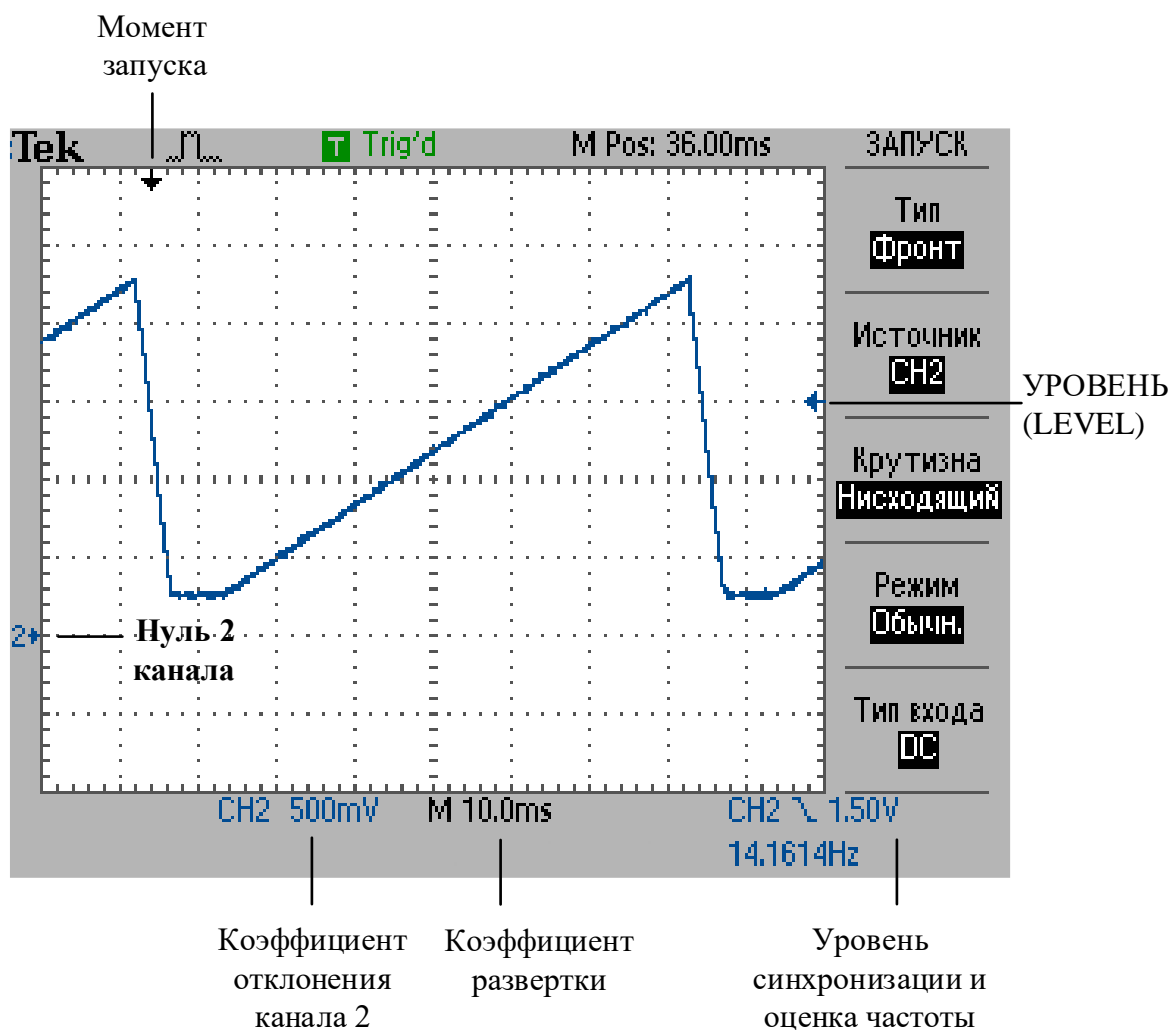

Рис. 3.9. Внешний вид экрана цифрового осциллографа TDS2022B
4. При необходимости добейтесь устойчивого изображения на ЦО вращением ручки *ЗАПУСК* => *УРОВЕНЬ*. При этом в правой части экрана ЦО (рис. 3.9) можно наблюдать указатель напряжения *УРОВЕНЬ (LEVEL)* синего цвета (синий цвет указывает на принадлежность к каналу CH2, желтый – к CH1), он перемещается по вертикали. Для устойчивости осциллограммы указатель должен располагаться между минимумом и максимумом сигнала.
5. Ручками *ГОРИЗОНТ.* => *ПОЛОЖЕНИЕ* \leftrightarrow и *ВЕРТИК.* => *ПОЛОЖЕНИЕ* \updownarrow отрегулируйте положение сигнала на экране ЦО смещением по горизонтали и вертикали так, чтобы на осциллограмме был виден целый период развертки с момента начала обратного хода и до следующего обратного хода аналогично рис. 3.9.
6. На ЦО добейтесь неподвижного изображения осциллограммы напряжения развертки ЭЛО вращением ручки *ЗАПУСК* => *УРОВЕНЬ* (см. рис. 3.9).